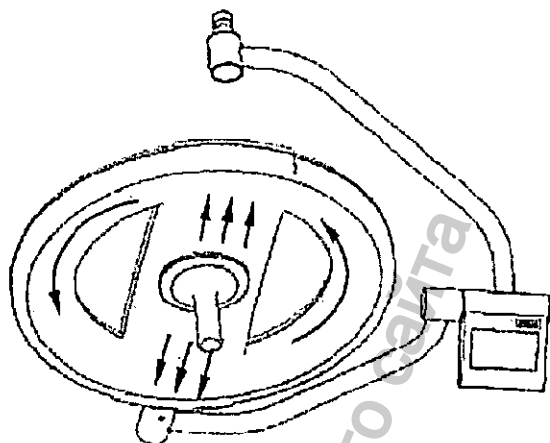

Рисунок 3-1 Чистка стекла
- При чистке и дезинфекции стеклнной части свстильника ее следует протирать от центра к краям вокруг стерилизуемой рукоятки, а затем по радиусу, как показано на Рисунок 3-1. Не следует водить тряпкой вперед-назад или по кругу. Невыполнение данного требования может привести к повреждению поверхности стекла.